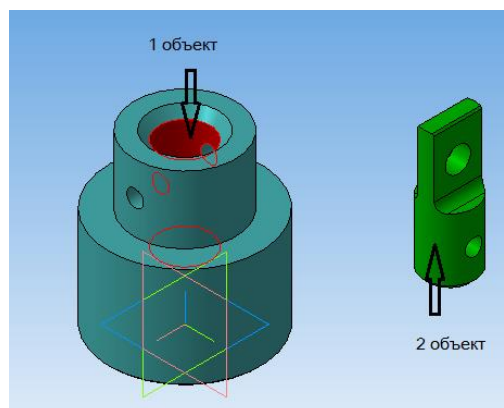

Рисунок 57.
7. В качестве первого объекта сопряжения укажите внутреннюю поверхность большого отверстия корпуса, второго объекта - вал (рисунок 57).